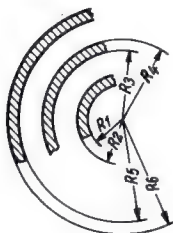

Bild 6. Zur Formel (8) für mehrfache Abschirmung
- F = Faktor aus Bild 6
Für größere Abschirmfaktoren sind mehrere konzentrische Abschirmungen vorzusehen, die durch dazwischenliegende Lufträume getrennt werden. Die beste Abschirmwirkung ergibt sich bei gleichzeitig geringstem Materialaufwand dann, wenn bei den ineinander angeordneten Abschirmzylindern die Radien nach einer geometrischen Reihe anwachsen, also  $R_2 : R_1 = R_3 : R_2 = R_4 : R_3$  usw. (Bild 6).